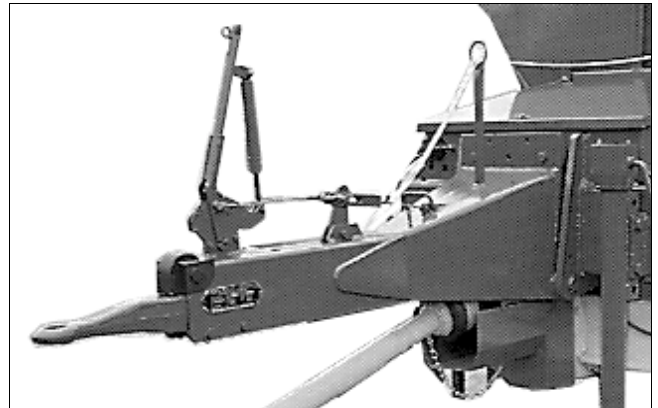

Fig. 7
- Zugdeichsel (Fig. 7) mit Auflaufbremse und Rückfahrautomatik,